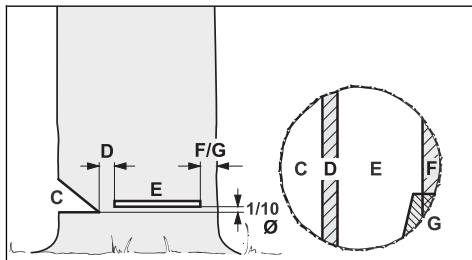

Рис. 18
– ширина недопила: около $1/10$ диаметра ствола (рис. 18);
С помощью основного пропила (рис. 18, поз. E) дерево заваливается.
– $1/10$ (мин. 3 см) диаметра ствола над основанием подпила (рис. 18, поз. C).
Удерживающий ремень (рис. 18, поз. F) или защитный ремень (рис. 18, поз. G) подпирает дерево и предохраняет его от преждевременного падения.
Выбрать подходящие клинья для валки деревьев в зависимости от диаметра ствола и от ширины разреза (основного пропила (рис. 18, поз. E)).